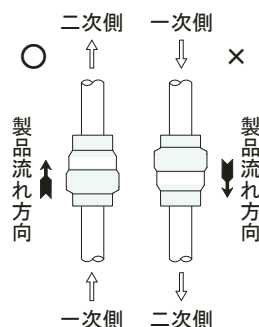

図1. 垂直配管取付姿勢
なお、縦配管に設置する場合は、下から上への流れとしてください。(図1.参照)
■図1. 配管例略図
- 運転を止められない装置や国土交通省仕様などの場合、トラップの一次側から二次側へのバイパス配管(止弁を設置)を設けてください。(図1参照)また、バイパス配管を設置しない場合は、トラップの一次側止弁手前に主管から分岐したブロー用止弁を設置し、フラッシングができるようにしてください。